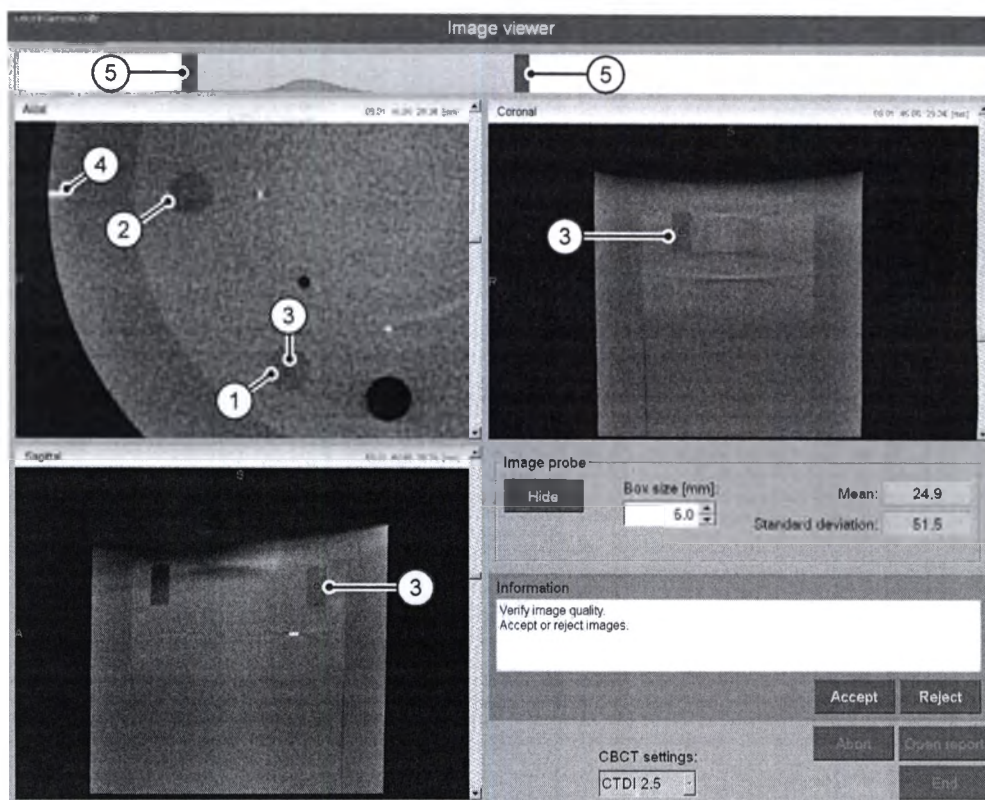

Рис. 6.8 Набор изображений с вставками из различных материалов
- 21 Используйте полосы прокрутки для перемещения датчика изображений и найдите участок набора изображений, показывающий материальные вхождения. Переместитесь в центр участка набора изображений, на котором показан маркер (4). см. в Рис. 6.8 .
- 22 Используйте ручки (5) в верхней части окна для регулировки контрастности изображений.